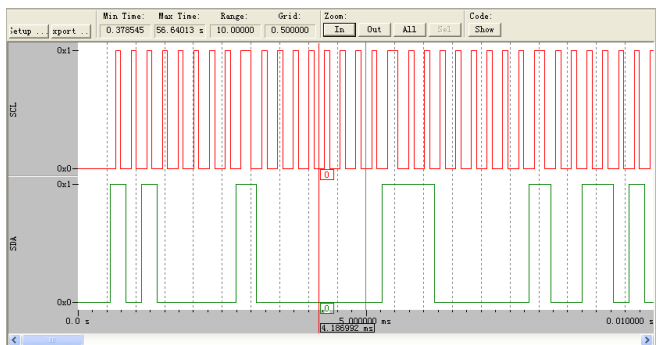

图 28-16 波形图
(4) 单击“Close”按钮，退出该对话框。
(5) 选择“Debug”→“Go”命令，开始执行仿真。此时信号分析窗口便出现了 SCL 和 SDA 上的仿真波形，如图 28-16 所示。